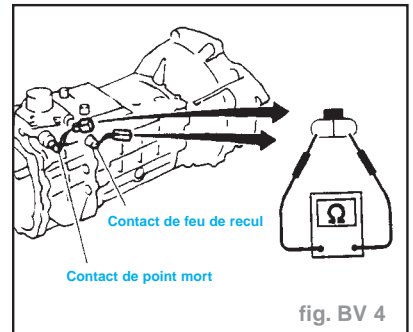

fig. BV 4
- Mesurer la résistance du circuit à l'aide d'un ohmmètre (fig. BV. 4).